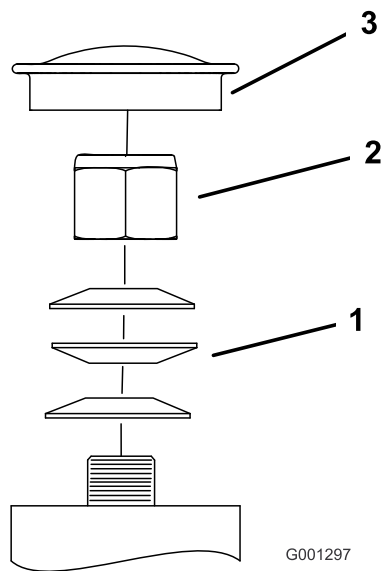

Figura 53
3. Retire el tapón guardapolvo de la rueda giratoria y apriete la contratuerca (Figura 53).
4. Apriete la contratuerca hasta que las arandelas de muelle estén planas, luego afloje 1/4 de vuelta para establecer la pre-carga correcta de los cojinetes (Figura 53).
- Importante:** Asegúrese de que las arandelas de muelle estén correctamente instaladas, según se muestra en Figura 53.
5. Coloque el tapón guardapolvo (Figura 53).